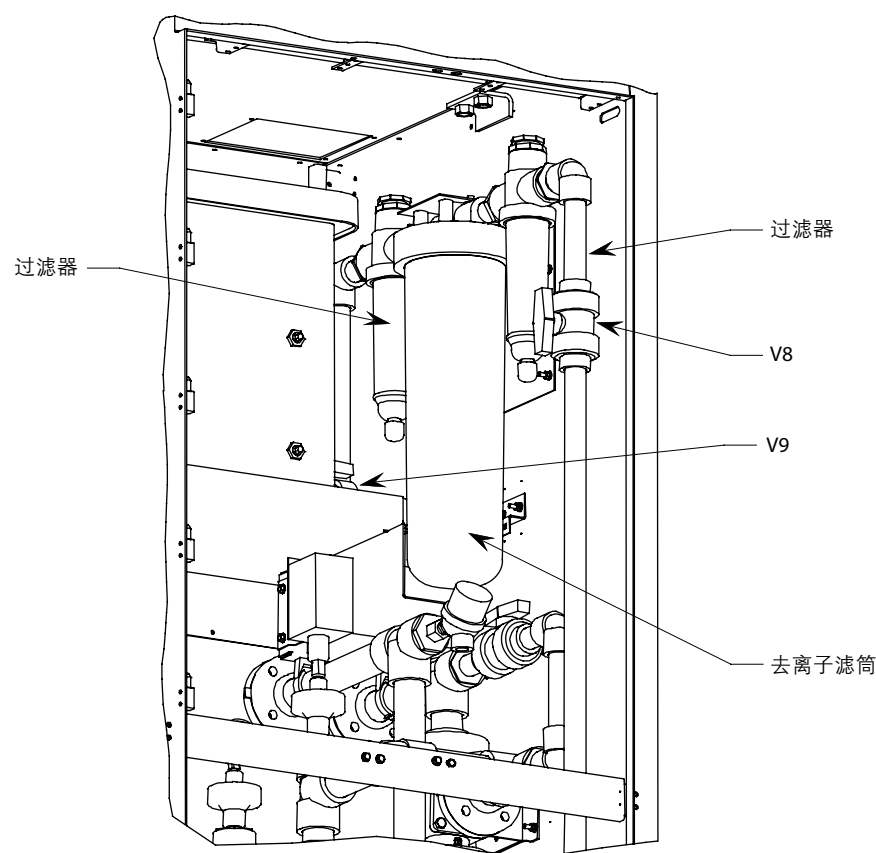

图 5.63 - 储液池回路
1. 关闭阀 V8 和 V9(如果提供)，然后拧下外壳的螺丝(请参阅图 5.63)。